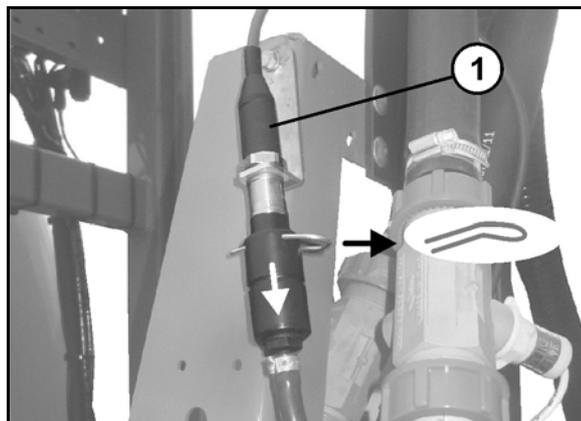

Рис. 153
16. **Штанги Super-S:** Удалите воду из датчика давления (Рис. 153/1), отсоединив шланг от датчика давления.